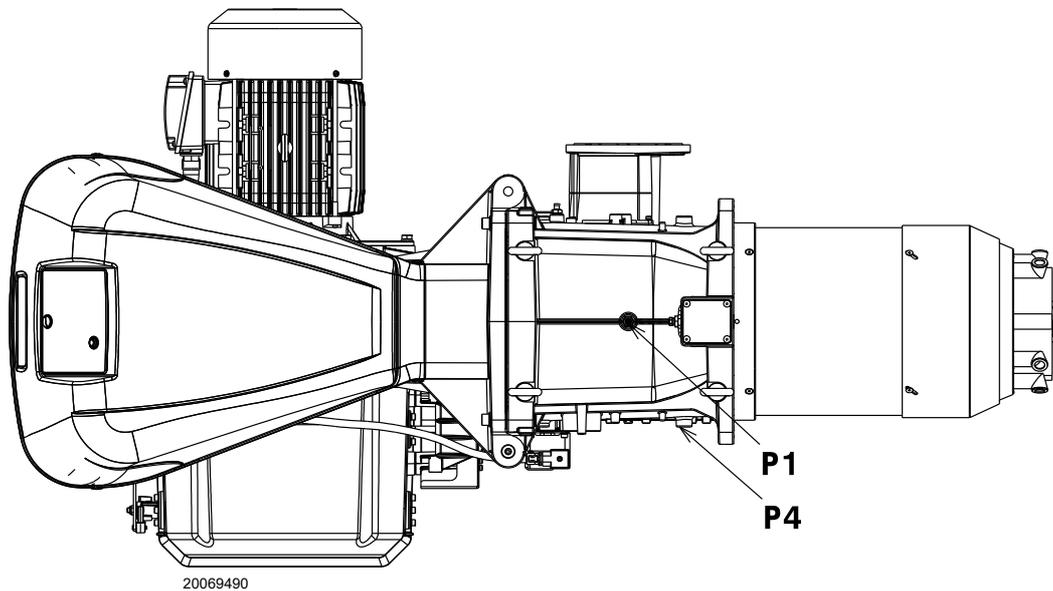

Fig. 26
Presión del gas medida en el conector hembra P1)(Fig. 26), con:
- sustraer de la presión del gas en el conector hembra P1)(Fig. 26) la presión en la cámara de combustión.
(Fig. 26) = 58,1 mbar
En cambio para conocer la presión del gas que se necesita en el conector hembra P1)(Fig. 26), una vez fijada la potencia MÁX a la cual se desea que funcione el quemador:
- Leer a la derecha, columna 1, la presión en el conector hembra P1)(Fig. 26).
presión necesaria en el conector hembra P1)(Fig. 26).